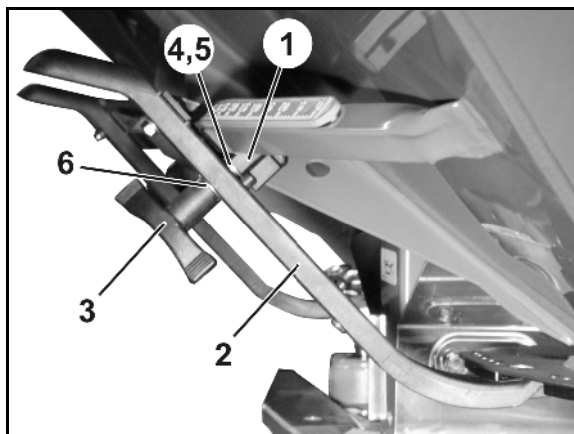

Fig. 83
6. Reglați dispozitivul de prindere (Fig. 83/1) pentru pârghia de reglare (Fig. 83/2), după cum urmează:
- 6.1 Deșurubați piulița-fluture (Fig. 83/3).
- 6.2 Scoateți șurubul și modificați poziția celor două șaibe suport (Fig. 83/4) din spate (Fig. 83/5) în față (Fig. 83/6).